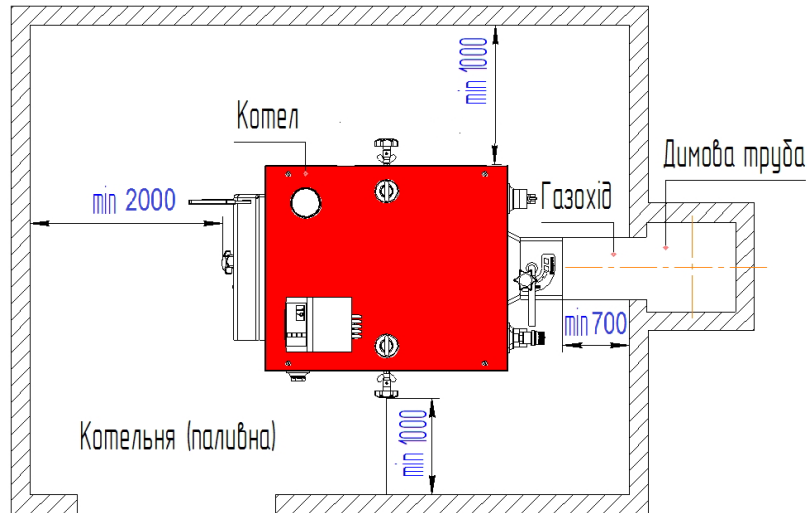

Рис.3 Схема встановлення котла в котельній (паливній)
6.1.2. Котел постачається в зібраному вигляді і не потребує спеціального фундаменту, однак необхідно встановити його на рівну горизонтальну поверхню з негорючих матеріалів. Під час встановлення котла необхідно забезпечити доступ до нього таким чином, щоб стіни котельної (паливної) не заважали завантаженню палива, чистці топки котла, а також доступу до вентилятора (див Рис.3).